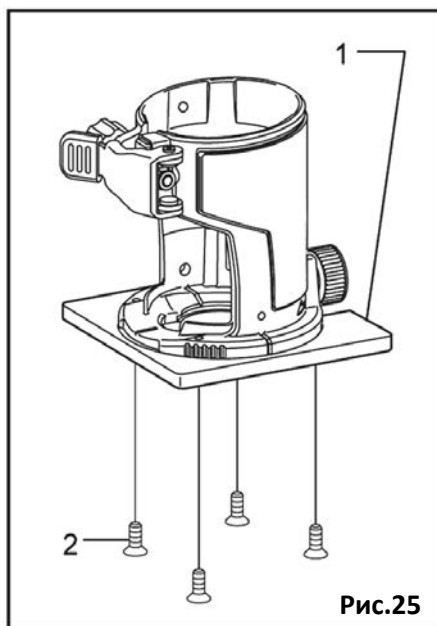

Рис.25
Установка защитного приспособления (1), снятого с наклонного основания, на основное основание позволяет изменять форму основания с круглой на квадратную. Для другого способа применения снимите защитное приспособление с наклонного основания, ослабив и вывернув четыре винта (2) (Рис.25). Затем установите защитное приспособление основания на основание фрезера.